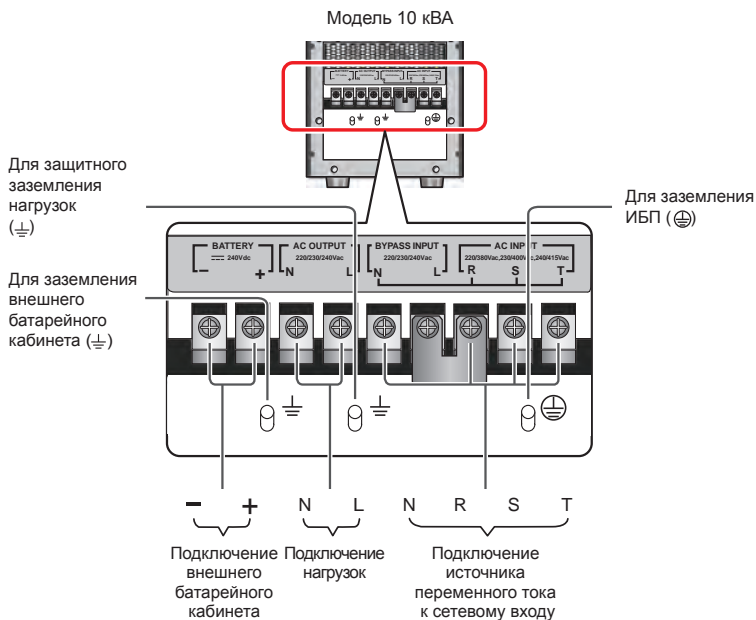

Рис. 6-13. Схема подключения в одиночного ИБП 10 кВА в конфигурации с одним входом
- 7) Подключите кабели электросети переменного тока, нагрузок и внешнего батарейного кабинета к соответствующим зажимам ИБП (см. **Рис. 6-13, 6-14**).
- 2 Подключите кабели электросети переменного тока, нагрузок и внешнего батарейного кабинета к соответствующим зажимам ИБП (см. **Рис. 6-13, 6-14, 6-17**).